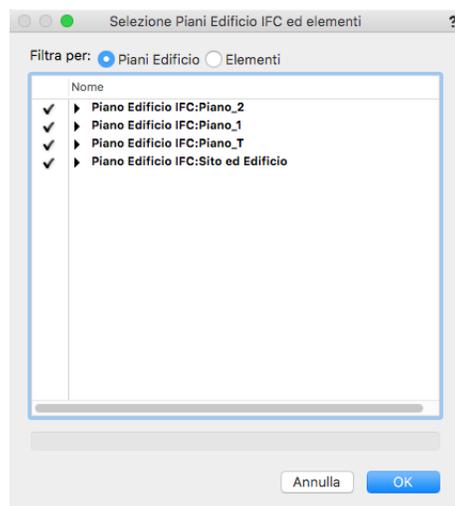

FIGURA 24
3. L'importazione IFC può essere filtrata in base a piani o elementi (**FIGURA 24**). Di regola vengono importati tutti i piani IFC e gli elementi. È comunque possibile applicare un filtro che permetta di scegliere piani specifici o elementi particolari. Se si sceglie **Piani Edificio**, viene mostrata una lista di tutti i piani presenti nel file IFC. I piani con la spunta alla sinistra verranno importati. Se non si desidera importare un piano, fare clic sul segno di spunta per rimuoverlo ed escludere il piano e tutti i suoi elementi dall'importazione.